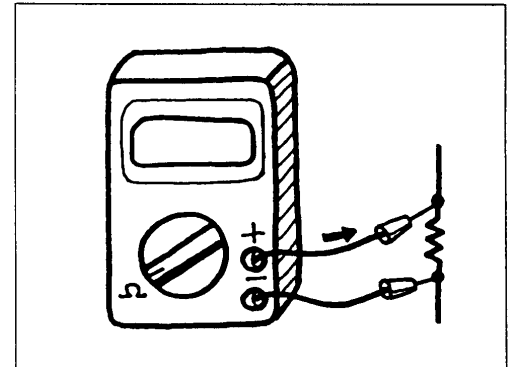

Рис.1-36Т
- 3) Подсоедините измерительные провода к резистору, сопротивление которого необходимо измерить. (Рис. 1-36Т).